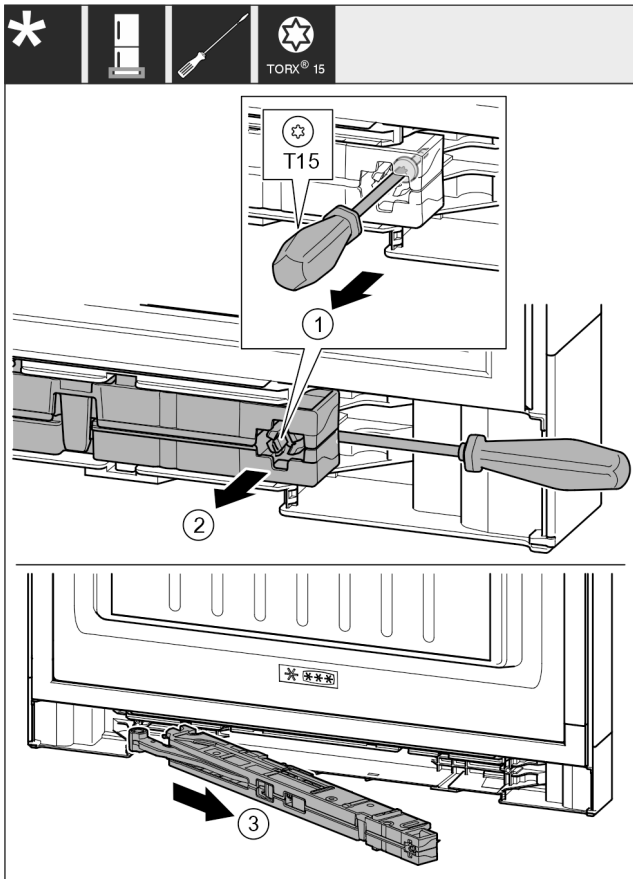

Fig. 17
- ▶ Skrutkovačom T15 uvoľnite skrutku na jednotke tlmíča uzatvárania cca 14 mm. Fig. 17 (1)
- ▶ Skrutkovač zasunúť na strane držiadla za jednotku tlmíča uzatvárania. Jednotku otočte dopredu. Fig. 17 (2)
- ▶ Jednotku vytiahnite. Fig. 17 (3)